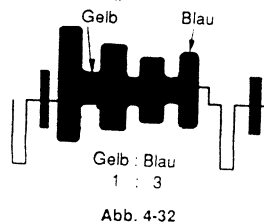

Abb. 4-32
## (3) Abgleich der Blau-Matrix (Abb. 4-32 bis 4-36)